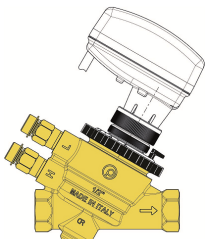

Fig. 1
- E’ opportuno che gli attuatori elettrici VA7483 siano installati come rappresentato nelle figure 1 e 2. L’installazione in posizione verticale rovesciata rappresentata nella figura 3 deve essere assolutamente evitata. Installare sempre l’attuatore con lo stelo represso;